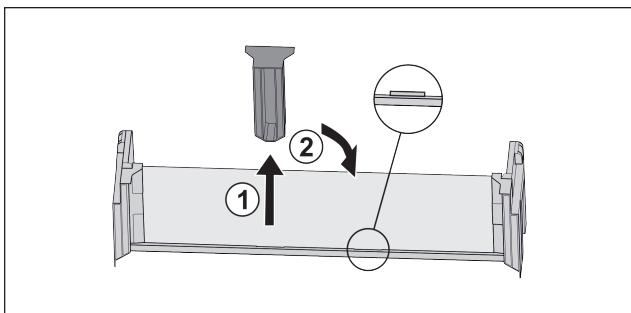

Fig. 107
- Витягнути середню деталь для підтримки Fig. 107 (1).
- Вставити середню деталь для підтримки на друге положення Fig. 107 (2).